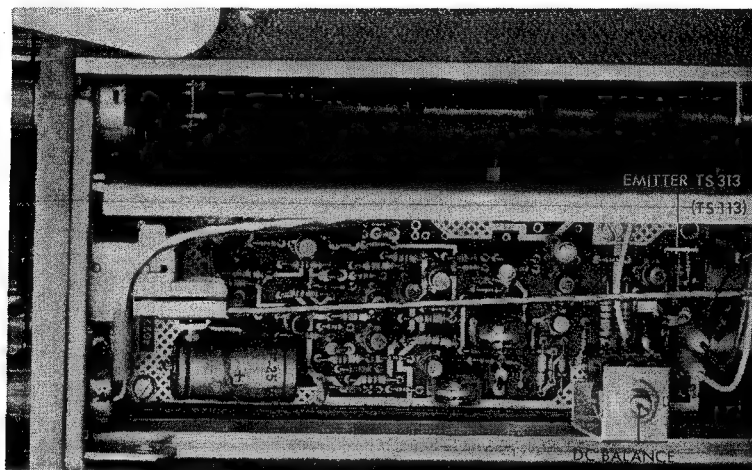

Abb. 3.2.2. Lage des Transistors TS313 (TS113) im Vorverstärker
- Die Spannungen an den Emittern von TS313 (TS113) (Abb. 3.2.2.) mit einem Digital-Multimeter messen. Diese Spannungen müssen $0\text{ V} \pm 1,0\text{ mV}$ betragen.